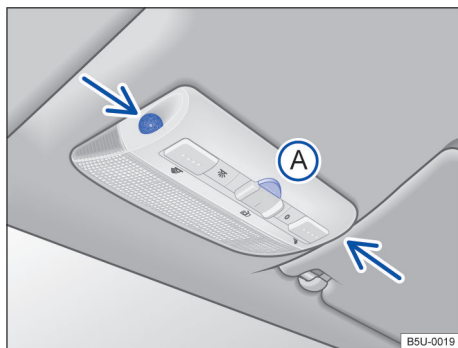

Fig. 49 No console do teto: sensores de monitoramento do interior do veículo e tecla **(A)** para desligar o monitoramento do interior do veículo.
O monitoramento do interior do veículo dispara o alarme com o veículo travado, se reconhecer movimentos no interior do veículo. O sensor e o receptor estão localizados no conjunto da lanterna de leitura → Fig. 49 (setas).
- Pressionar a tecla → Fig. 49 **(A)**. No painel de instrumentos, a luz de controle  se acende.